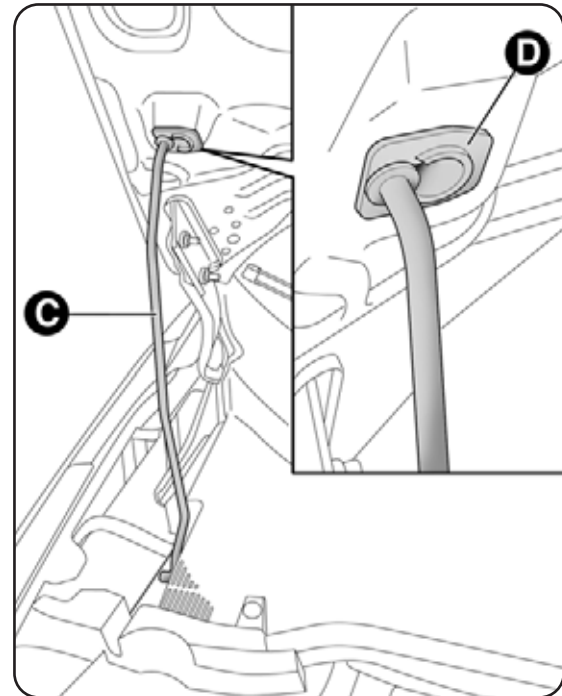

fig. 67
- ouvrir le capot et libérer en même temps la béquille d'appui C-fig. 67 de son dispositif de blocage, puis introduire l'extrémité dans le logement D, en veillant à déclencher la béquille dans l'orifice le plus étroit de l'agrafe de fixation.
- maintenir le capot soulevé d'une main et, de l'autre, enlever la béquille C-fig. 67 du logement D, puis la réintroduire dans le dispositif de blocage ad hoc;